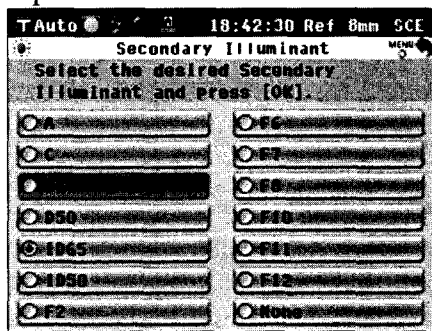

Рисунок 43
- откройте вкладку «Illuminant 2» (Осветительный прибор) (рисунок 38), отобразится экран «Secondary Illuminant» (рисунок 43), переместить курсор к элементу «A» и нажмите кнопку «OK/EDIT». На экране снова появится «Color Settings».